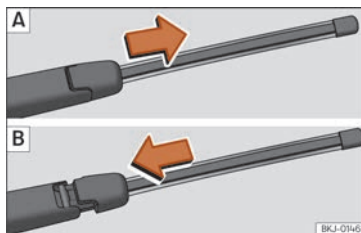

Fig. 44 Extraer y colocar la escobilla del limpialuneta.
- Deslice el adaptador de la escobilla en la dirección de la flecha y retire la escobilla » » » **fig. 44** **A**.
- Situe una escobilla nueva, **de la misma longitud y tipo**, tal como se indica en la » » » **fig. 44** **B** y deslice el adaptador hasta que encastre.